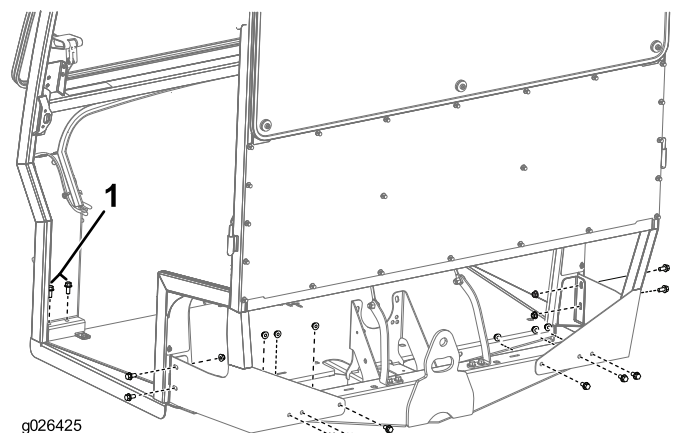

Bild 5
2. Befestigen Sie den Rahmen mit zehn Schrauben (3/8 x 3/4"), zehn Muttern (3/8") und vier Schrauben (3/8 x 7/8") an der Maschine, wie in Bild 5 abgebildet.